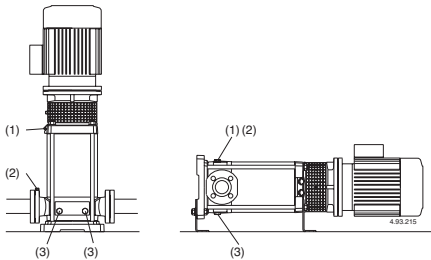

Abb. 4d (1) Auffüllung und Entlüftung:
(2) Entlüftung Saugleitung
(3) Entleerung
Wenn der **Wasserspiegel auf der Saugseite oberhalb der Pumpe** ist (Zulaufbetrieb, **Abb. 3B**) Absperrschieber in der Zulaufleitung langsam und vollständig öffnen um die Pumpe zu füllen. Dabei Schieber in der Druckleitung und die Entlüftungsöffnungen (1) (2) (**Abb. 4d**) öffnen, damit die Luft entweichen kann.
Entlüftungsöffnungen (1) (2) schließen (**Abb. 4d**). Bei MXV-B, MXV(L) 25-32-40-50 und MXV(L)4 25-32-40-50, die Nadelverschraubung (14.17) in der Entleerungs-Verschraubung (14.12) (**Abb. 4b**) anziehen und die Entlüftungsbohrung (14.04) schließen. Die Pumpe mit geschlossenem Druckleitungs-Absperrschieber und mit vollständig geöffnetem Zulauf- bzw. Saugleitungs-Absperrschieber starten. Sofort danach langsam den Druckleitungs-Schieber öffnen und den Betriebspunkt innerhalb der auf dem Typenschild angegebenen Grenzwerte einstellen.